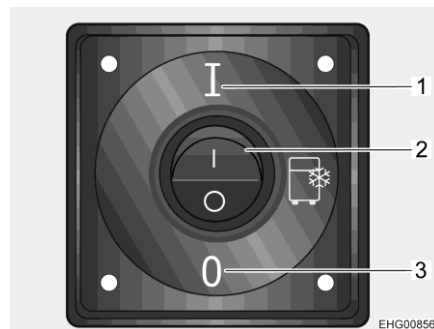

Bild 54 Ein-/Ausschalter Kühlbox
- Wippschalter (Bild 54,2) auf Stellung I (Bild 54,2) stellen.
- Wippschalter (Bild 54,2) auf Stellung 0 (Bild 54,3) stellen.